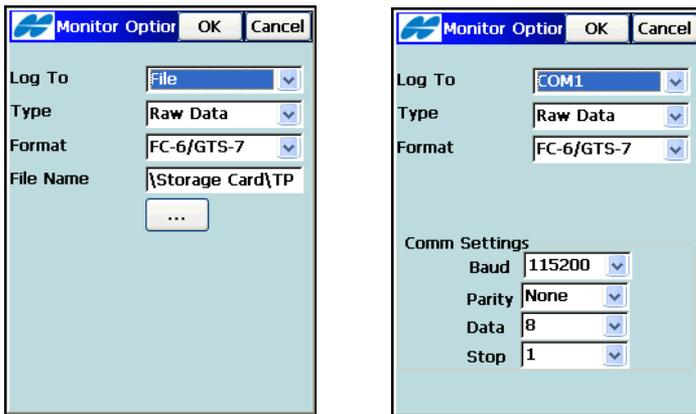

Abbildung 8-71. Optionen Überwachung
1. Wählen Sie Format und Speicherort der Ausgabedatei im Fenster **Opt: Überwachung**. Es wird über das Kontextmenü oben links im Fenster *Opt. Instrument* aufgerufen (Abbildung 8-71).